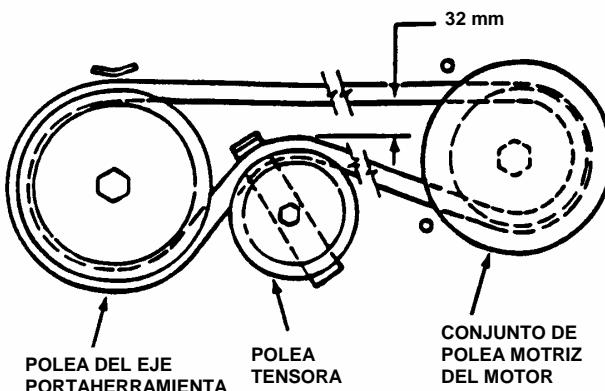

FIGURA 4.3
- Coloque la altura de corte de la plataforma en la 3^a posición. Mida el espacio de la correa en la polea tensora. La distancia debe medir 1-1/4", pero no menos de 1". Vea la figura 4.3.